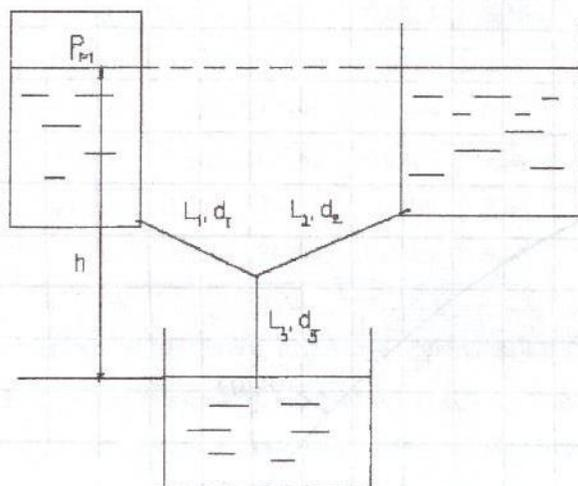

Рисунок 6
**Задание на РГР №2.** Резервуары 1,2,3 соединены трубами, длина и диаметр которых соответственно  $L_1, d_1$ ;  $L_2, d_2$ ;  $L_3, d_3$  (рисунок 6). Трубы стальные сварные (шероховатость см. в справочнике). Манометрическое давление в резервуаре 1 составляет  $P_M$ . Разность уровней жидкости в резервуарах 1,2 и 2,3 равны  $h$ . Определить расходы в трубах (таблица 3).